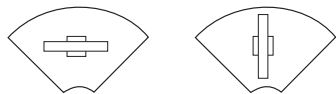

Figure 5 - Ajout d'un troisième pied
- Les surfaces en croissant à angle droit peuvent recevoir un troisième pied central en option, pour plus de stabilité lorsqu'une charge lourde risque d'être posée sur une extrémité. Ces surfaces peuvent aussi être utilisées comme tables autoportantes lorsqu'un troisième pied ajouté (**Figure 5**).